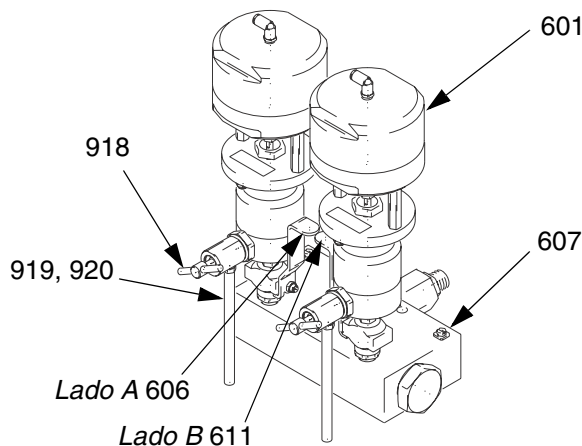

FIG. 7
Instale las válvulas de muestreo (918) en las válvulas dosificadoras (601). Instale el racor dentado (919) y el tubo (920) en cada una de las válvulas dosificadoras. FIG. 7.
1. Retire las válvulas dosificadoras (601) y las válvulas de cierre (606, 611) del colector de fluido (607). FIG. 7.